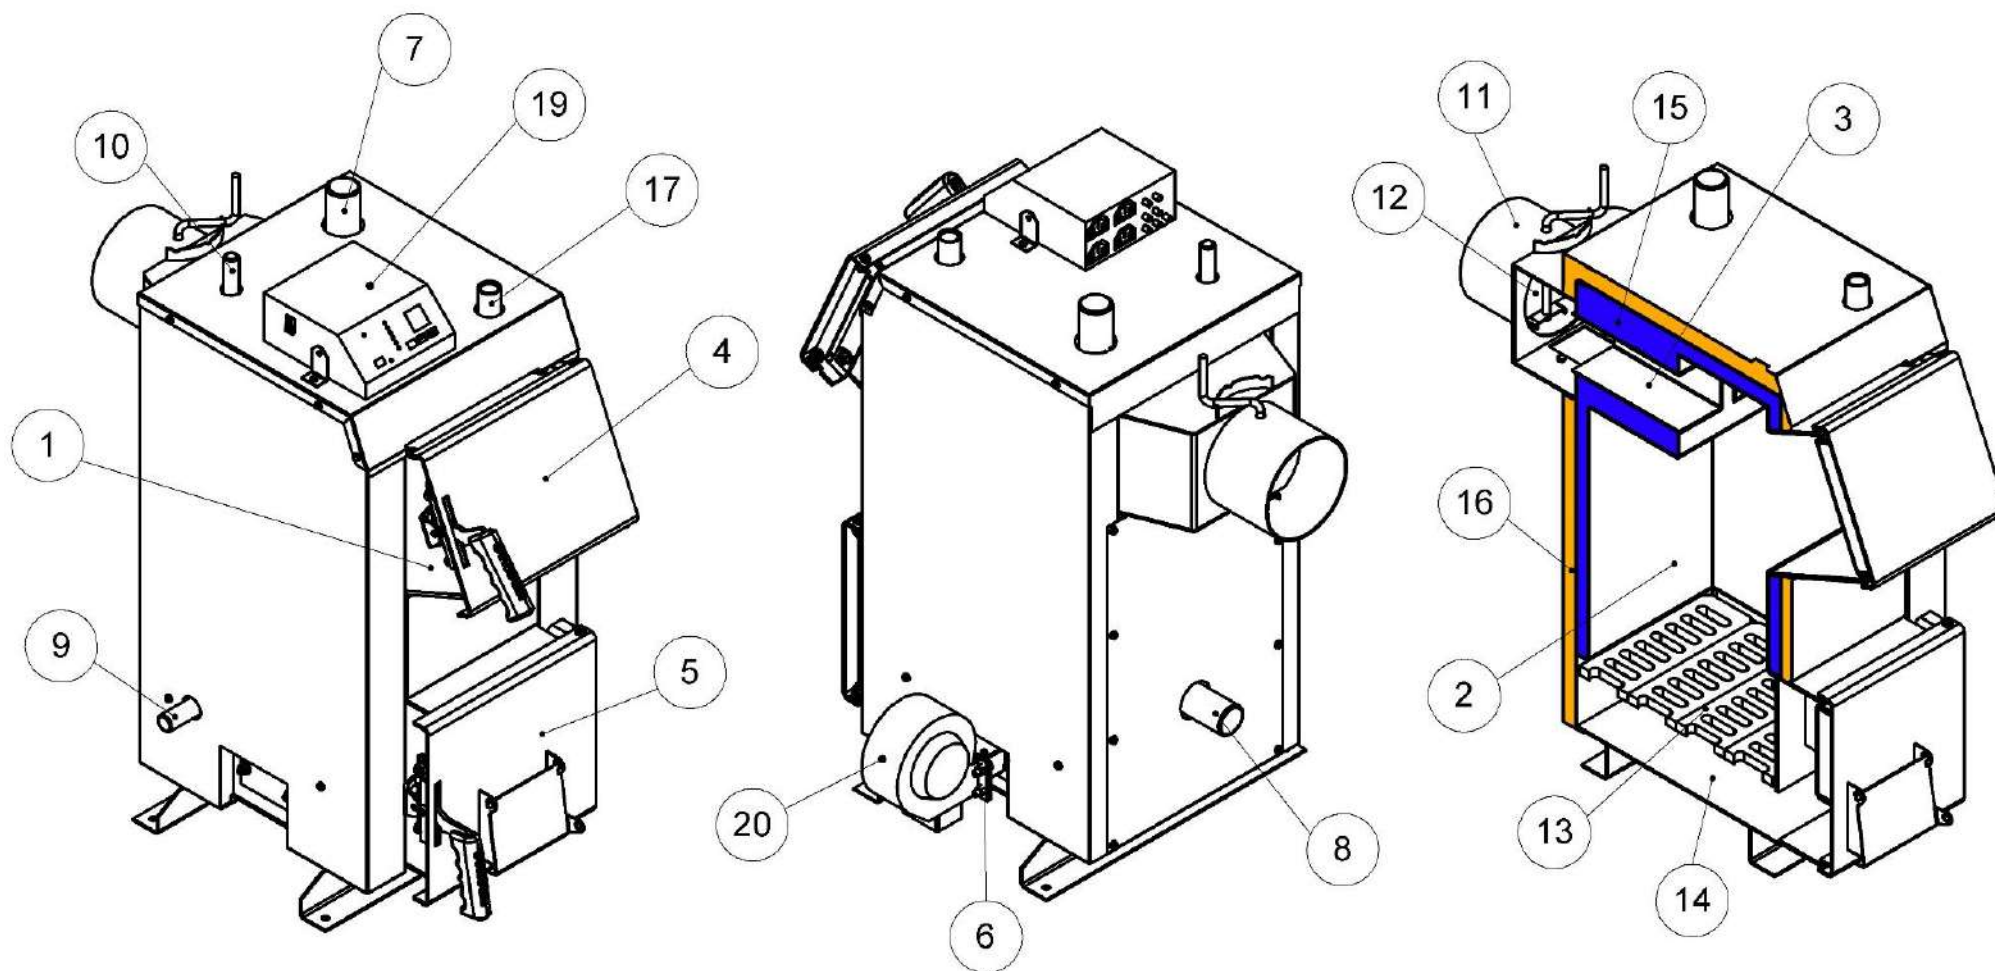

Рисунок 5.2 – Зовнішній вигляд та основні елементи котлів типу КТД (серія Еко+)
- у котлі Еко+ – по каналу подачі повітря під колосникові ґрати припливним вентилятором (поз. 20, рис. 5.2). Кількість повітря, необхідного для процесу згоряння, регулюється автоматично контролером (поз. 19, рис. 5.2);